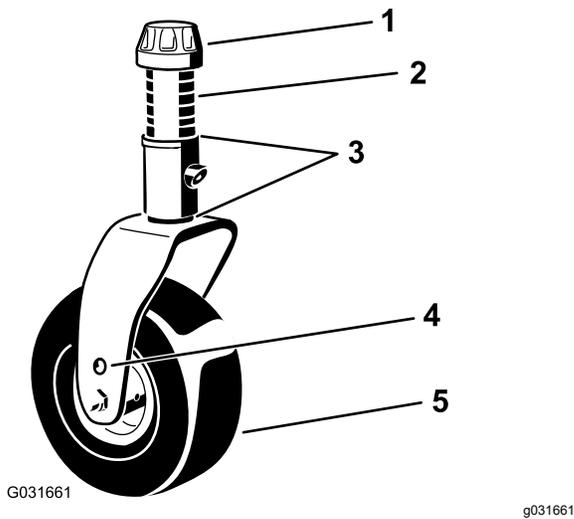
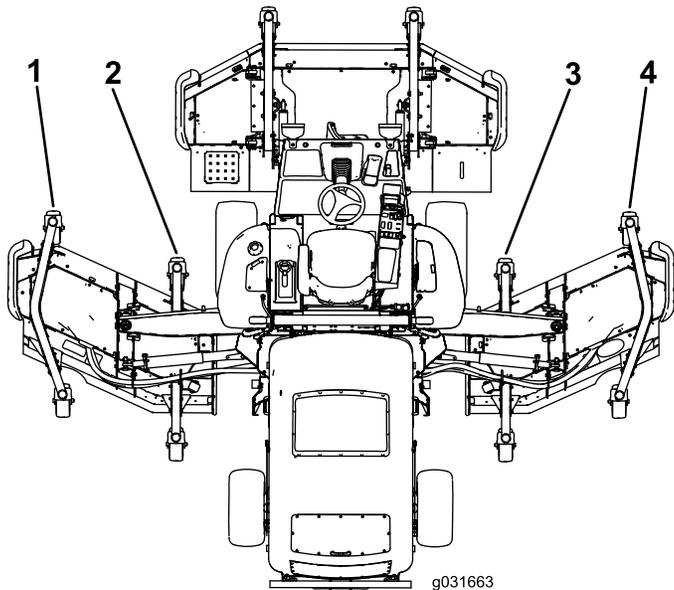

Bild 28
Bild 29
5. Entfernen Sie, wenn die innere Schnittkante des der Flügelschneideinheit im Verhältnis zur äußeren Kante der Frontschneideinheit zu hoch ist, eine 1 Beilagscheibe von der Unterseite des vorderen inneren Laufradarms an der Flügelschneideinheit (Bild 28 und Bild 29).
- Wenn die Innenkante weiterhin zu hoch ist, entfernen Sie eine weitere Beilagscheibe von der Unterseite des vorderen inneren Laufradarms der Flügelschneideinheit und eine Beilagscheibe vom vorderen äußeren Laufradarm der Flügelschneideinheit (Bild 28 und Bild 29).
Kante der Frontschneideinheit zu niedrig ist, eine Beilagscheibe (3 mm) zur Unterseite des vorderen inneren Laufradarms an der Flügelschneideinheit hinzu (Bild 28 und Bild 29).